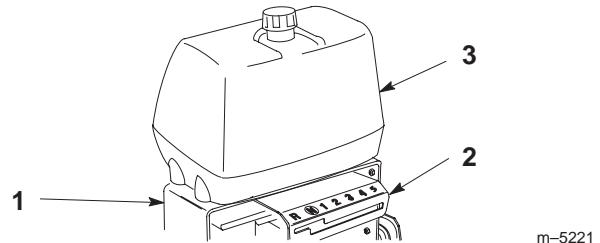

Figure 3
2. Glissez la plaque du levier de vitesses sur le levier de vitesses et sous la base du bâti arrière (Fig. 3).
3. Alignez le réservoir de carburant avec le haut du bâti arrière (Fig. 3).